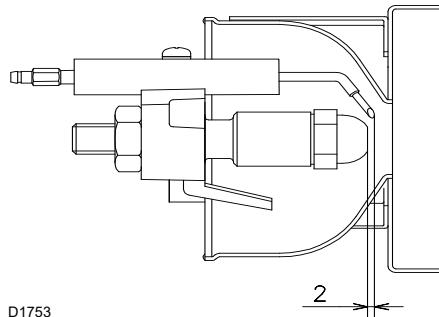

Abb. 13
- Kontrollieren Sie, ob die Elektroden wie in Abb. 13 ausgerichtet sind.